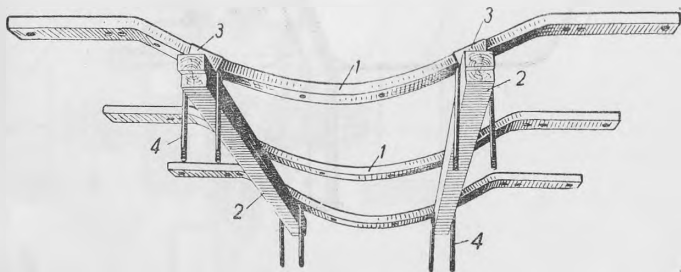

Рис. 103. Поперечные и продольные опоры цистерны (общий вид).
**Крепление цистерны.** Цистерна опирается на поперечные швеллеры, выгнутые по форме нижней поверхности цистерны (рис. 103). Между полками швеллеров уложены деревянные брусья, служащие подушками для цистерны.